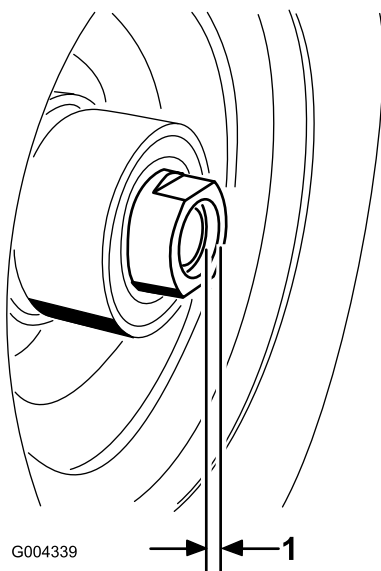

Figura 27
11. Se sono stati tolti entrambi i dadi distanziali dall'asse, applicate l'adesivo bloccafili al dado distanziale. Inserite i dadi distanziali nell'asse lasciando 3mm di dado fuoriuscire dall'asse (Figura 27).
16. Ruotate il dado distanziale di 8-9 Nm, quindi allentatelo e ruotatelo di 2-3 Nm. Assicuratevi che l'asse non protenda oltre uno dei dadi (Figura 27).